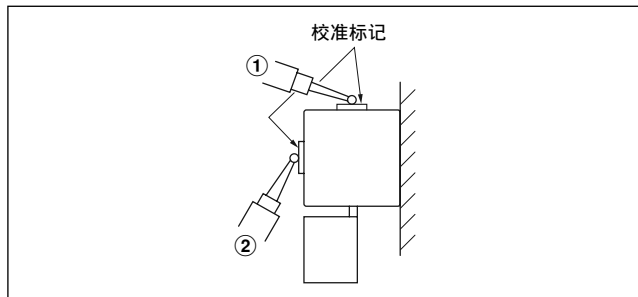

图 3-7 测定直线标尺与机械的滑动
(4) 测定直线标尺与机械滑动的平行度
在直线标尺侧面的校准标记位置 (图 3-7 的 ①) 直接放上千分表调节直线标尺对机械滑动的平行度。
(5) 直线标尺安装托架达不到平行度时
请在图 3-7 中 ② 的位置上放上千分表测量各校准标记，在底脚的下部放入隔板等使平行度达到 0.15 mm 以内。对附带中间脚板的直线标尺（有效长度为 1250 至 1600 mm），中间脚板附近位置的平行度也应在 0.15 mm 以内。